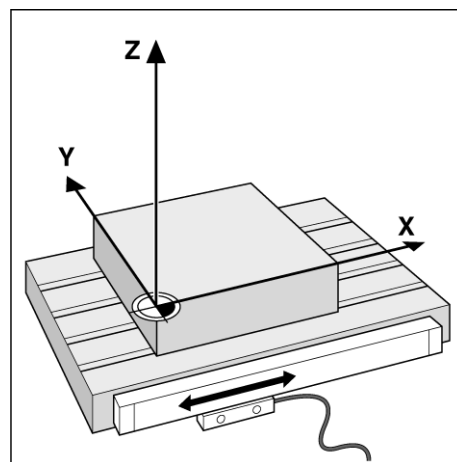

Рис. I.5 Датчики положения для линейных осей, например, для оси X
**Датчики измерения положения** преобразуют перемещения осей станка в электрические сигналы. ND 522/523 обрабатывает эти сигналы, определяет фактическое положение осей станка и отображает координату в виде числовых значений на дисплее. Смотри Рис. I.5.